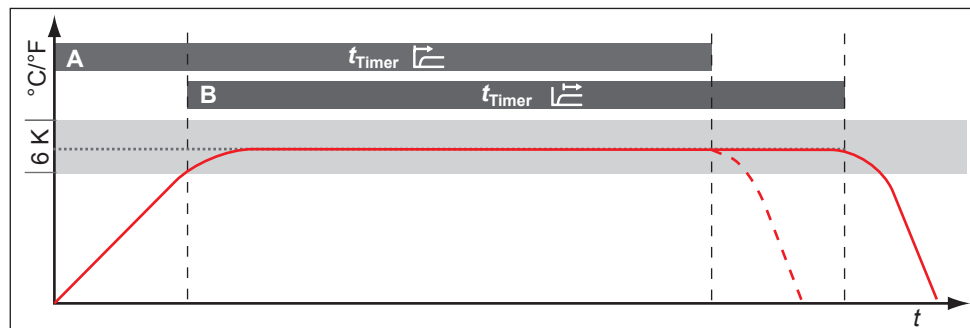

Abb. 26 Timer Mode
Hier kann eingestellt werden, ob die digitale Rückwärtssuhr mit Zielzeitangabe (Timer, siehe Seite 29) sollwertabhängig arbeiten soll oder nicht – das heißt, ob die Timerlaufzeit erst beginnen soll, wenn ein Toleranzband von ± 3 K um die Solltemperatur erreicht ist (Abb. 26, B), oder bereits unmittelbar nach dem Aktivieren des Timers (A).